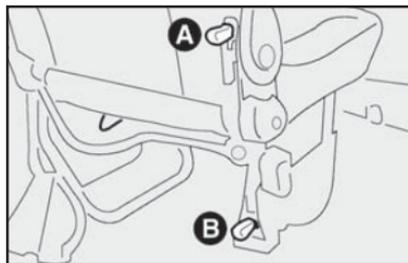
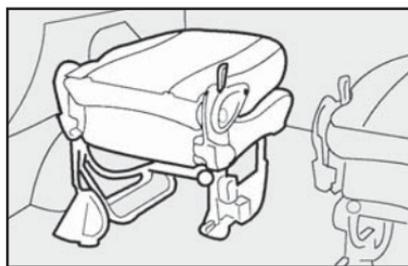
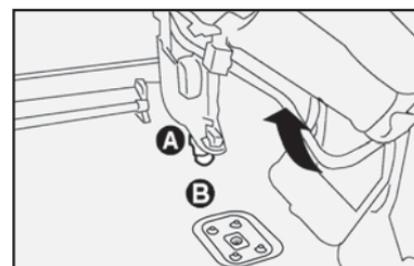

fig. 98
fig. 99
fig. 100
O rebatimento parcial deve ser feito abaixando a alavanca **A-fig. 98** e rebatendo o encosto para frente.
- 1) Abaixar a alavanca **A-fig. 98** e rebater o encosto para a frente **fig. 99**.
- 2) Levantar a alavanca **B-fig. 98** e desencaixar o pino **A-fig. 100** da guia **B-fig. 100** puxando o banco para cima.
2) Encaixar o pino **A-fig. 100** na guia **B-fig. 100** forçando o banco para baixo.
3) Abaixar a alavanca **B-fig. 98** até o final do curso e ouvir o "clac" de travamento.